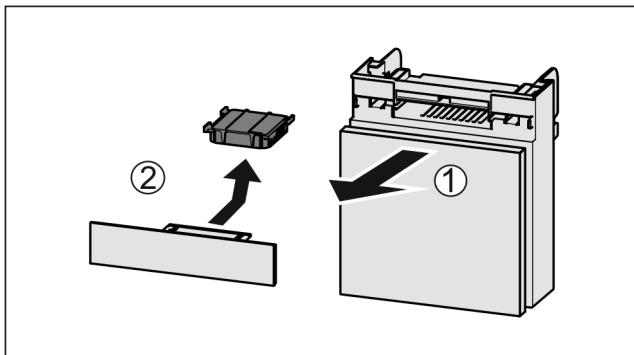

Fig. 135
- Pretinac izvucite Fig. 135 (1) prema naprijed.
- Izvadite filter s aktivnim ugljenom Fig. 135 (2).